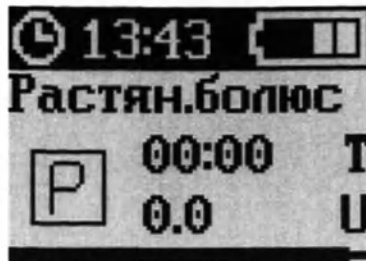

Рисунок 104 – Экран «РАСТЯН.БОЛЮС»
2. Кнопками «ВВЕРХ» и (или) «ВНИЗ» выбрать пункт «РАСТЯН.БОЛЮС» (рисунок 104).